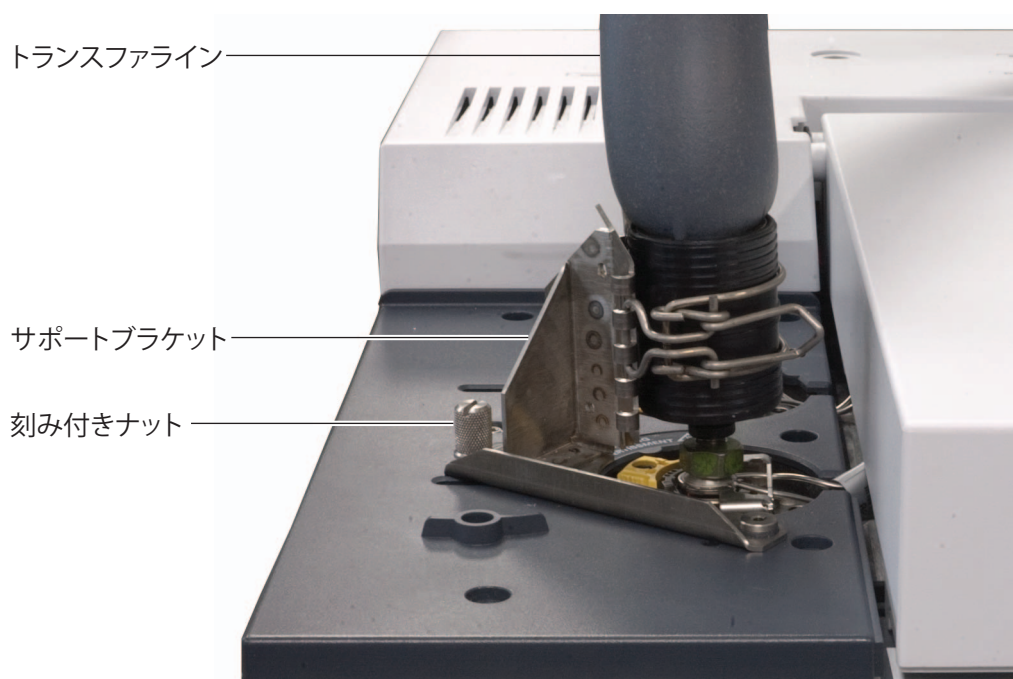

図 14 7890A 注入口に取り付けたトランスファライン
- 5 クランプをブラケットに取り付けます。クランプを調整して、GC 上のできるだけ高い位置でトランスファラインを支えるようにします（図 14 を参照）。